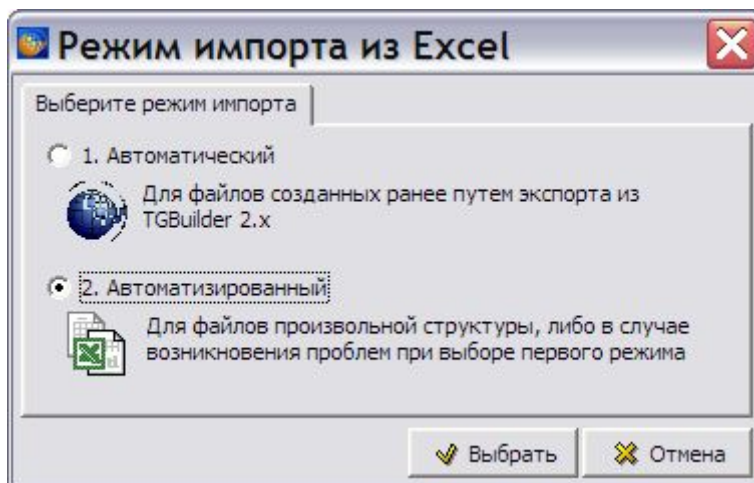

Рис. 4.21
2. В окне **Выберите файл для импорта** укажите файл и откройте его. При этом появится окно **Режим импорта из Excel** (Рис. 4.21).